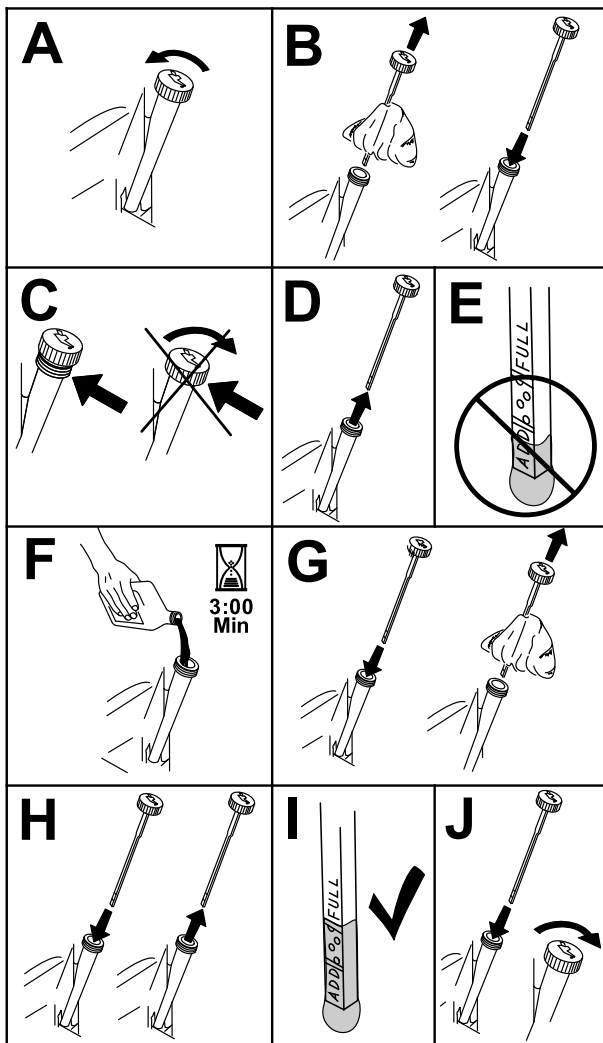

Bild 40
3. Reinigen Sie den Bereich um den Ölfüllstutzendeckel bzw. den Peilstab vor dem Abnehmen, damit kein Schmutz oder Schnittgut usw. in den Motor gelangt (Bild 40).
3. Füllen Sie das Kurbelgehäuse mit der richtigen Ölsorte (Bild 40).